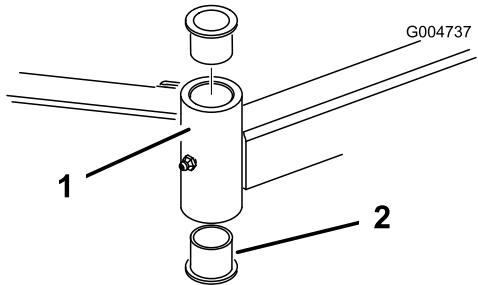

Figura 27
4. Introduza um punção para cavilhas na zona superior ou inferior do tubo de montagem e retire o casquinho para fora do tubo (Figura 27). Retire igualmente o outro casquinho do tubo. Limpe o interior dos tubos para remover a sujidade.